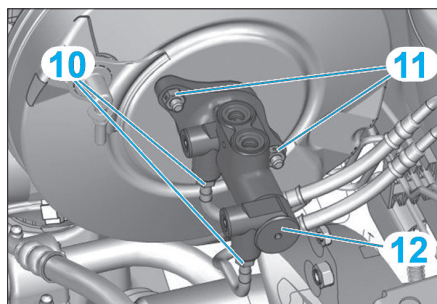

Fig. 35
- Désaccoupler les raccords hydrauliques (10) (Fig.35).
- les écrous (11),
- le maître-cylindre (12).